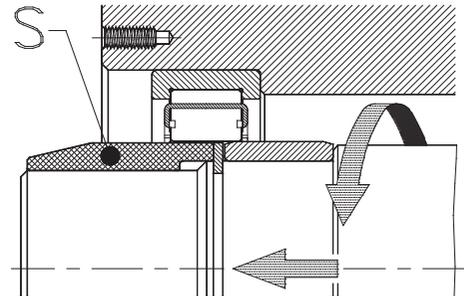

Abb. 10.12
Eine einfache und wirksame Lösung dieses Problems bieten **Montagehülsen** (Abb. 10.12).
Es handelt sich hierbei, wie in Abb. 10.12 gezeigt, um einfache, der jeweiligen Einbausituation angepasste Hilfsmittel aus **Kunststoff** oder **Karton (S)**, die eine Beschädigung der Rollen vermeiden und eine einfache und rasche Zentrierung der Welle gewährleisten.